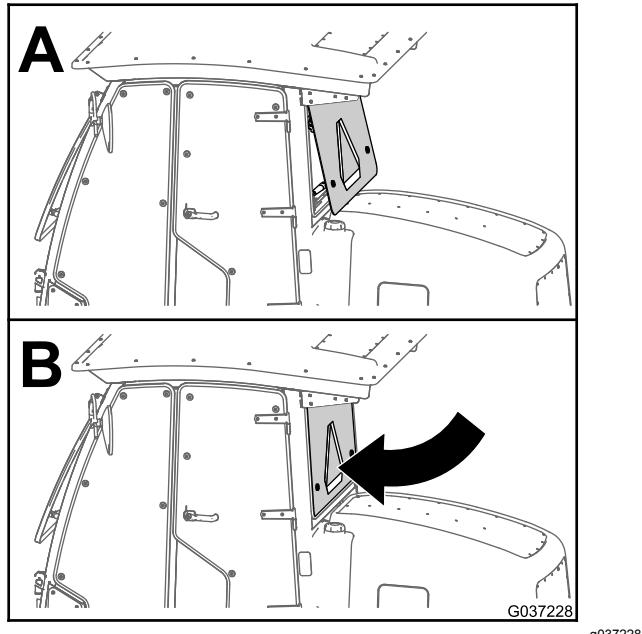

Bild 61
1. Schließen Sie das Heckfenster der Kabine (Bild 61).